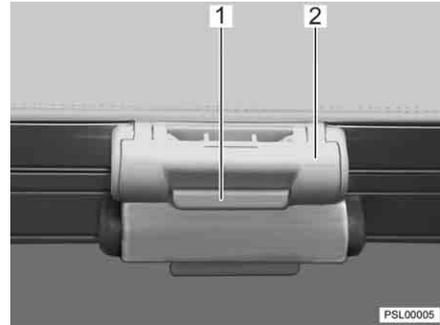

Fig. 15 Bloccaggio tenda a rullo tetto multifunzione
- Tenere ferma la zanzariera a rullo con l'impugnatura (Fig. 15,2) e premere il listello di sblocco (Fig. 15,1) sulla maniglia. Il bloccaggio si sblocca.